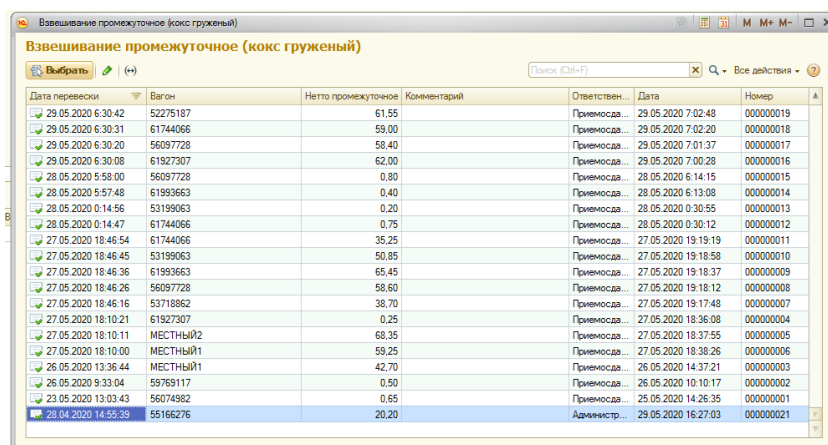

Рисунок 48
3.6.6.2 «взвешивание промежуточное (кокс груженный)» - в том случае, если вагон выгружен полностью, без остатка (из выпадающего окна выбрать вагон) - (рисунок 48);